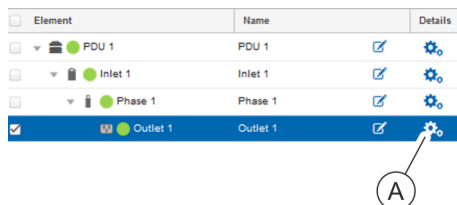

Abb. 128: Details des Elements "Outlet" aufrufen
3. ➤ In der Registerkarte "Status" die Details der betreffenden Steckdose aufrufen (Abb. 128/Ⓐ).